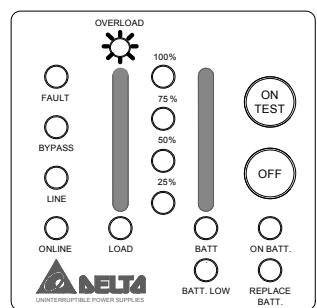

Рис. 3-12. Индикация при коротком замыкании
**Короткое замыкание.** При коротком замыкании на выходе ИБП в режимах двойного преобразования или работы от батареи ИБП отключается, и питание на выход не подается. Загорается индикатор сбоя, и подается непрерывный звуковой сигнал. После устранения короткого замыкания ИБП возобновляет подачу питания в нагрузку автоматически. При возникновении короткого замыкания в обходном режиме срабатывает встроенный входной автоматический выключатель, и ИБП отключается (см. рис. 3-12).